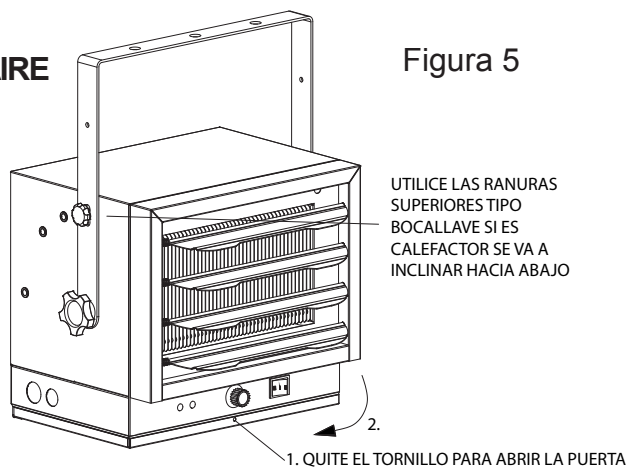

Figura 5
- 4) Si se desea que el calefactor esté en posición inclinada, se deben utilizar las ranuras tipo bocallave para posicionarlo correctamente; consulte la figura 5.
2. Para inclinar la unidad verticalmente, afloje los tornillos del soporte (consulte la figura 5).
2. Para inclinar la unidad verticalmente, afloje los tornillos del soporte (vea la figura 5).